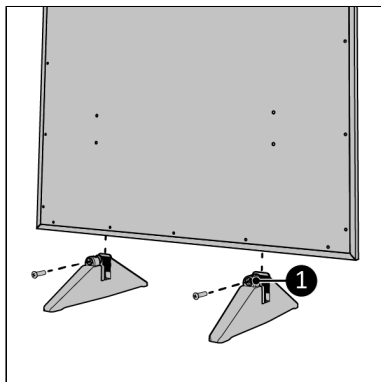

Abbildung 57.
2. Schrauben Sie die Sockel fest (Abbildung 57, os. 1).